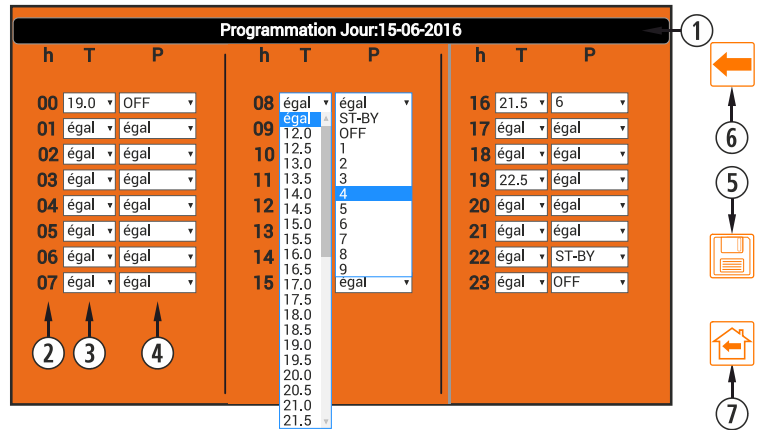

Figure 40
Il est important de valider la programmation en cliquant sur sauve (point ⑤, figure 40) une fois que la programmation a été fait.
①	Plantillas 1 - 7.
②	Retour à l'écran précédent.
③	Aplicar cambio sobre programaciones previas.
④	Retour à l'écran principal.